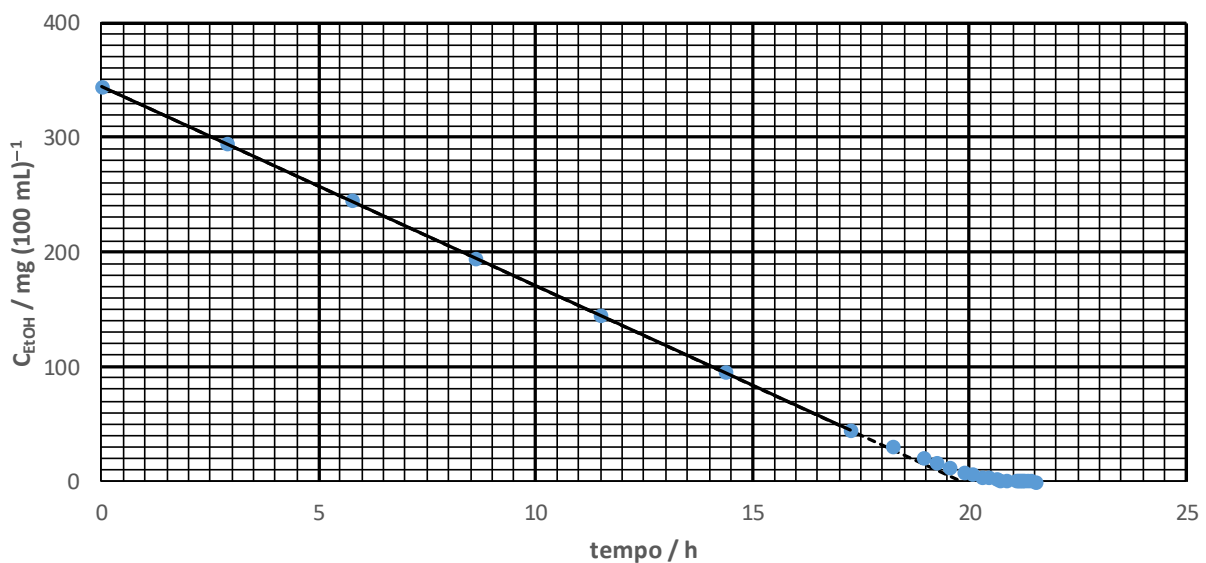

Figura 1.1
1.5 La Figura 1.1 muestra como varia la concentración de etanol en sangre de un individuo adulto con el tiempo. Calcule la velocidad con la que el etanol es eliminado en $\text{mol} \cdot \text{dm}^{-3} \cdot \text{s}^{-1}$.